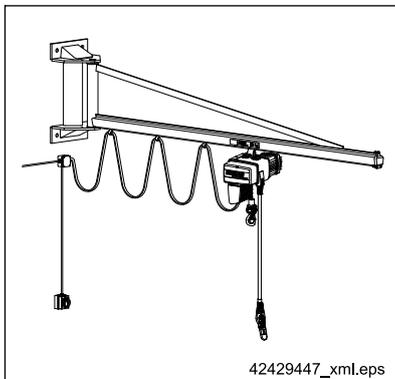

Fig. 29
6. Amener le câble plat et le câble d'alimentation vers l'interrupteur en saillie, cf. ⇒ Fig. 29, Page 45. Visser l'écrou serre-câble dans l'interrupteur en saillie et le fixer au moyen d'un contre-écrou.